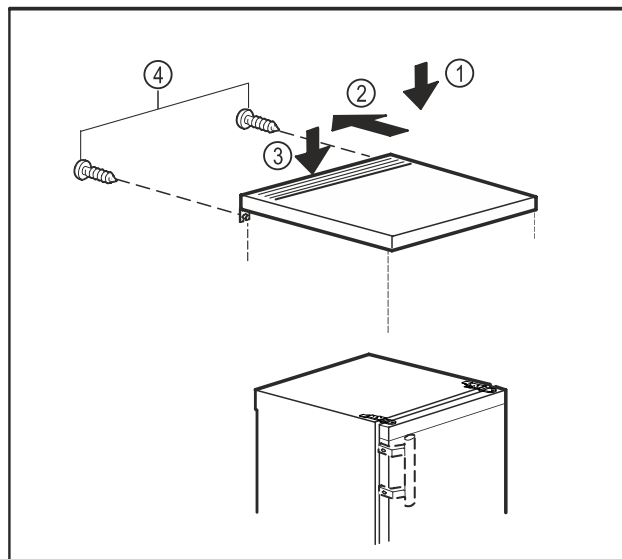

Fig. 11
- ▶ Așezați placa mesei pe aparat. Fig. 11 (1)
- ▶ Împingeți placa mesei în spate. Fig. 11 (2)
- ▶ Împingeți placa mesei în spate în jos. Fig. 11 (3)
- ▶ Înșurubați ferm șuruburile pe partea posterioară. Fig. 11 (4)